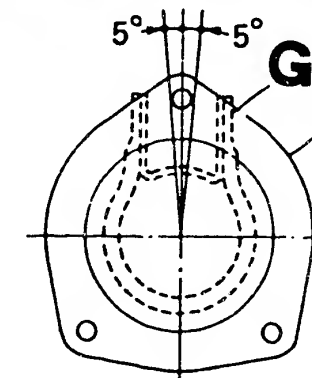

Bild 86
b) Zum **Zerlegen des Federbeines** ist ein Spannwerkzeug nötig. Der Stossdämpfer ist als Einheit in das Federbeinrohr eingesetzt. Beim Zusammenbau des Federbeins ist der obere Flansch auf die untere Befestigung auszurichten (Bild 86).